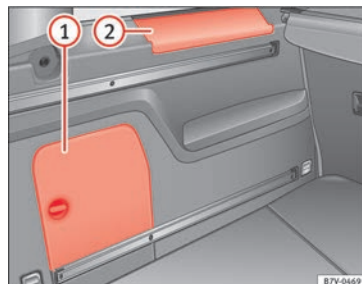

Fig. 187 Dans le coffre à bagages : rangement latéral.
Sur le côté du coffre se trouvent d'autres rangements » **fig. 187** ① et ②. Pour ouvrir le